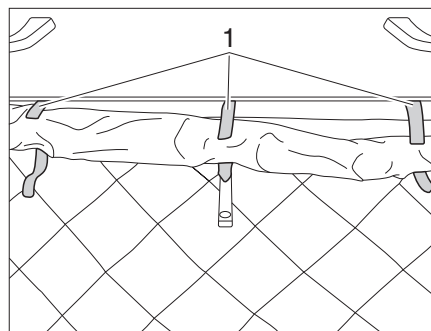

Fig. 4 Apertura delle chiusure a velcro
- Aprire le tre chiusure a velcro (Fig. 4,1) del soffietto di stoffa.
- Arrotolare accuratamente il soffietto di stoffa nella zona del bloccaggio e fissarlo con le tre chiusure a velcro (Fig. 4,1).